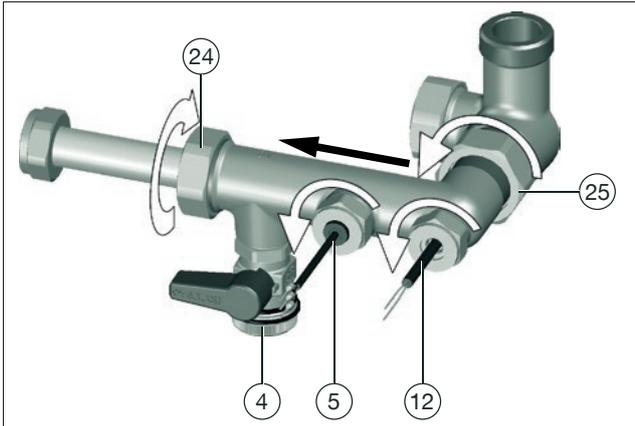

Fig. 34: Limpieza de la turbina de medición
4. Instale el sensor de caudal (posición (5) in Fig. 34) y el sensor de temperatura para agua potable (fría) / circulación (posición (12) en figFig. 34).